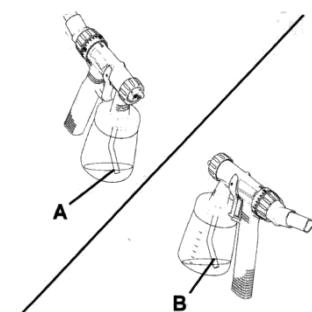

Рис. 7
- Выровняйте трубку всасывания (Рис. 7). Если трубка всасывания размещена правильно, содержимое контейнера можно распылить практически без остатка.